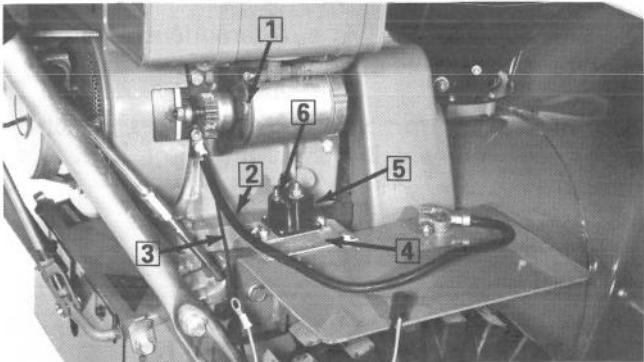

Figure 5
7. Fixez l'ensemble de démarreur et pignon, le câble négatif (noir) de batterie, et le fil de terre noir à la prise de charge avec deux vis à tête comme indiqué (Fig. 5).
8. Fixez le support de montage du solénoïde au support de montage de la batterie avec deux vis autotaraudeuses (Fig. 5).
9. Fixez le solénoïde au support de montage de solénoïde avec deux vis à tête, rondelles de blocage et écrous de blocage. Assurez-vous que le solénoïde soit placé de façon que la petite borne se trouve à l'arrière du support de montage (Fig. 5).